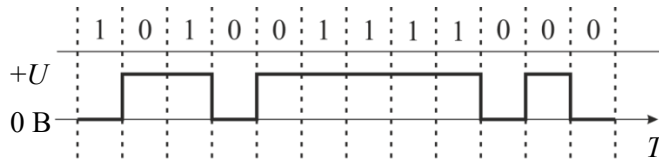

Рис.6. Вариант № 2 правил формирования сигнала NRZI-кода
- при поступлении логической «1» уровень напряжения в линии связи не меняется (рис.6).